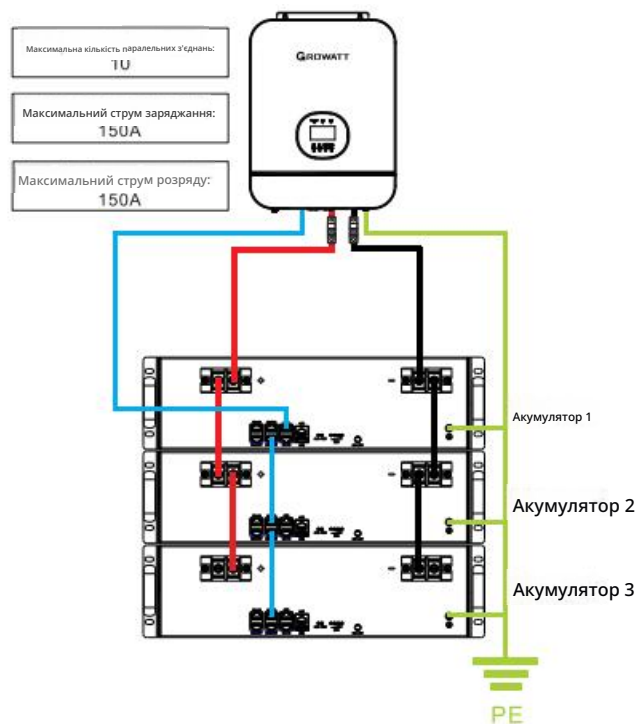

Рисунок 7: Схема встановлення для розширення ємності
- 2) Дивіться рисунок 7 щодо підключення силового кабелю.